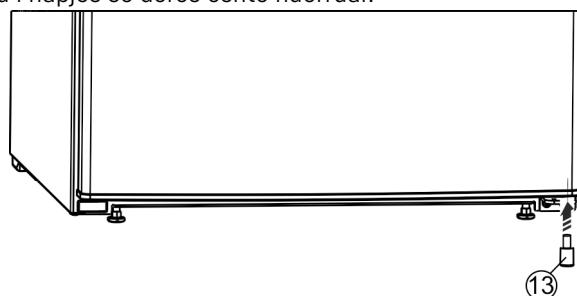

Fig. 26 *
- Vendosni përsëri në vend pjesën distancuese Fig. 26 (13) djathtas poshtë në derë, sepse është e rëndësishme për qëndrueshmérinë e pajisjes.*